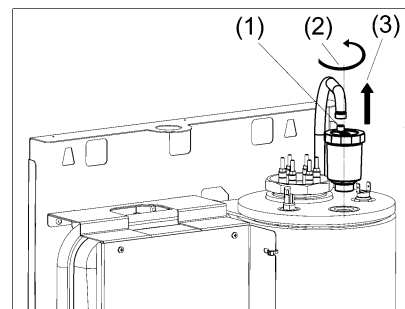

Рисунок 10. Замена воздухоотводчика
- (1) Снимите проволоочный хомут и отсоедините сбросной шланг от штуцера воздухоотводчика (см. рис. 10).
- (2) Выверните воздухоотводчик (против часовой стрелки) из теплообменника.
- (3) Извлеките воздухоотводчик из теплообменника.
- (4) Замените уплотнительное резиновое кольцо (кольцо входит в комплект поставки).
- (5) Вверните по часовой стрелке новый воздухоотводчик.
- (6) Проверьте герметичность резьбового соединения.